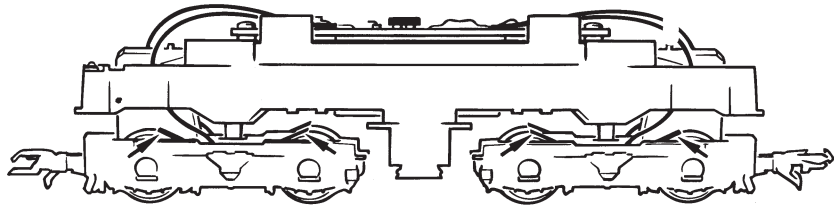

Fig. 8
3. Haftreifenwechsel: den **Radsatz** herausnehmen und die **Haftreifen** mit einer Nadel od. mit einem feinen Schraubendreher abziehen (Fig. 8). Beim Aufziehen der neuen Haftreifen darauf achten, dass diese sich nicht verdrehen.
l'aide d'une aiguille ou d'un tourne-vis fin, les bandages d'adhérence (fig. 8). Lors du montage des nouveaux bandages veuillez veiller à ce que les bandages **ne soient pas tor-dus.**
3. Change of traction tyre: remove **traction tyre** using a pin or a fine screwdriver (fig. 8). When pressing on the new traction tyre please **avoid twisting it**.